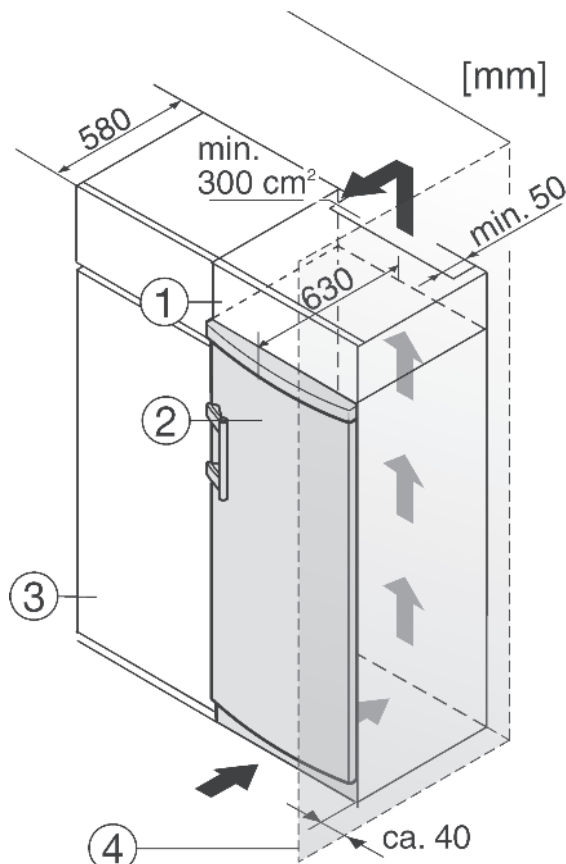

Fig. 9
- (1) Nastavná skříňka
- (2) Přístroj
- (3) Kuchyňská skříň
- (4) Stěna
Zařízení lze zabudovat do vybavení kuchyně. K vyrovnání přístroje Fig. 9 (2) na výšku kuchyňské linky lze na přístroj nasadit odpovídající nástavec Fig. 9 (1).
Při montáži do kuchyňských skříní (hloubka max. 580 mm) lze přístroj instalovat hned vedle kuchyňské skříně Fig. 9 (3). Dvířka přístroje přesahují přední stěnu kuchyňské skříně na stranách o 34 mm a uprostřed o 50 mm. To umožňuje jejich volné otevírání a zavírání.
Když se přístroj instaluje závěsy vedle stěny Fig. 9 (4), musí být vzdálenost přístroje od stěny alespoň 30 mm. To odpovídá přesahu madla při otevřených dveřích.
Když se přístroj instaluje závěsy vedle stěny Fig. 9 (4), musí být vzdálenost přístroje od stěny alespoň 40 mm. To odpovídá přesahu madla při otevřených dveřích.